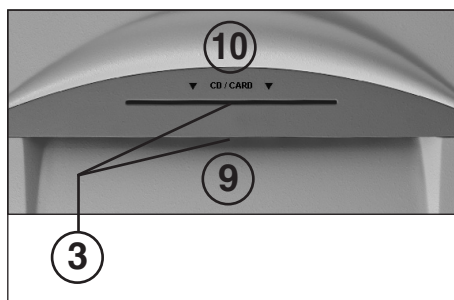

fig. 2
- 3 = Barrière photoélectrique (marche avant) (figure 2)**
- Amener le papier au bloc de coupe à travers la bouche d'entrée du papier (9) (figure 2).
- Amener les supports de données (CD, DVD ou carte de crédit) individuellement au bloc de coupe à travers la bouche d'entrée de CD/DVD séparée (10) (figure 2).